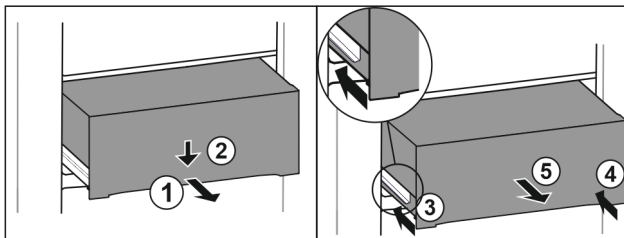

Fig. 97
- ▶ Вытяните выдвижной ящик наполовину. Fig. 97 (1)
- ▶ Вдавите выдвижной ящик в передней части вниз. Fig. 97 (2)
- ▶ Задвиньте левую направляющую прим. на 2 см. Fig. 97 (3)
- ▶ Задвиньте правую направляющую прим. на 2 см. Fig. 97 (4)
- ▶ Извлеките выдвижной ящик движением вперед. Fig. 97 (5)